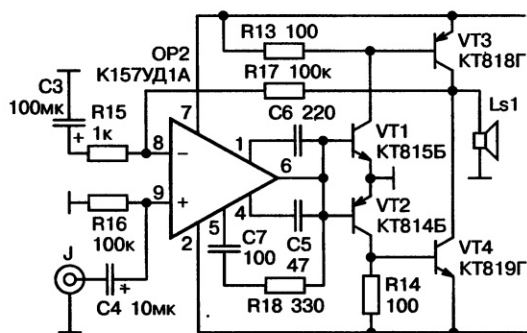

Рис. 11.24. Принципиальная схема УНЧ на микросхеме K157УД1
**Схема на K157УД1.** Примером применения микросхемы как составной части конструкции является усилитель, схема которого приведена на рис. 11.24. Основой схемы является мощный операционный усилитель K157УД1, к выходу которого подключен двухкаскадный усилитель мощности на комплементарных парах VT1, VT2 и VT3, VT4.